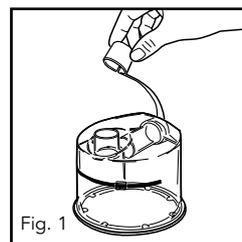

Fig. 1
- b. Retire los tapones azules y deséchelos (Fig. 1).